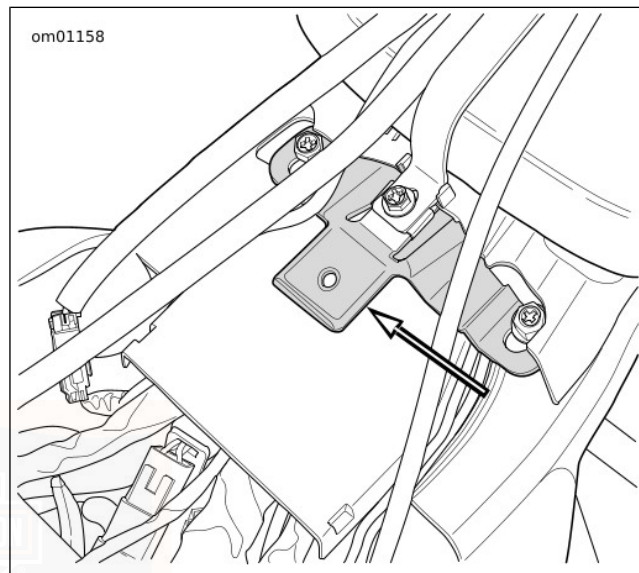
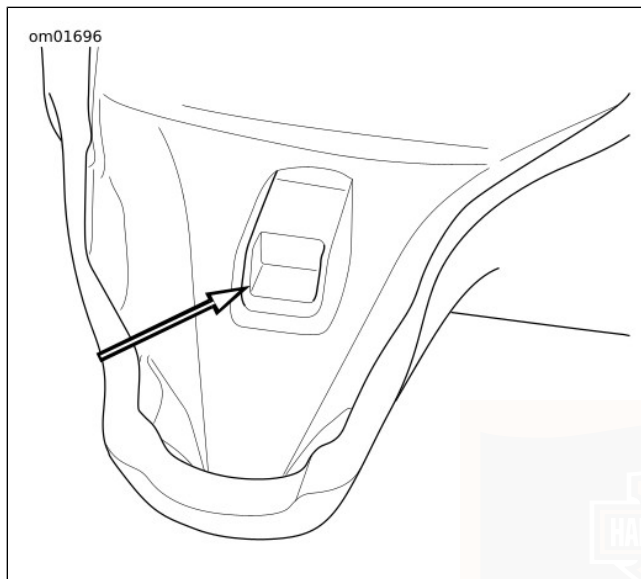

Figura 94. Lingueta do assento
Figura 95. Ranhura de montagem do assento
6. Ver Figura 94 e Figura 95. Levantar a traseira do assento. Empurrar o assento para trás, para libertar a lingueta da ranhura do assento.
1. Ver Figura 94 e Figura 95. Alinhar a ranhura do assento com a lingueta por trás do reservatório de combustível. Empurrar o assento para a frente para o engatar.